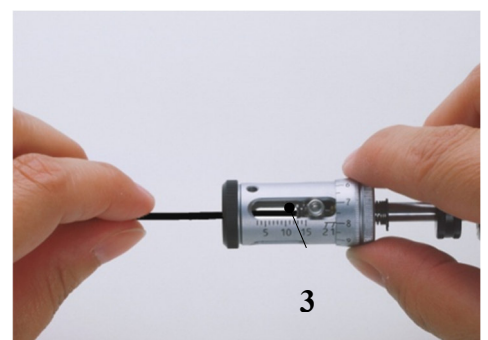

Bild 5. Kabel einführen
- Kabel horizontal durch die Kopföffnung einführen, bis das Kabelende den Anschlag **(3)** berührt. **(Bild 5)**